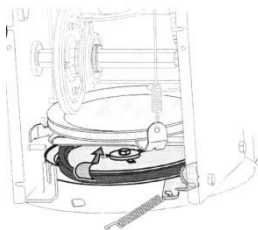

Fig. 18
● Freza este atașată la axul în spirală cu două știfturi de siguranță și un știft spintecat. Dacă freza atinge un obiect străin sau o acumulare de gheață, aruncătorul este proiectat de așa natură ca știfturile să se rotească. Vezi Fig. 18.
- Strecurați cureaua de direcție printre roata de fricțiune și discul acesteia. Vezi Fig. 18.